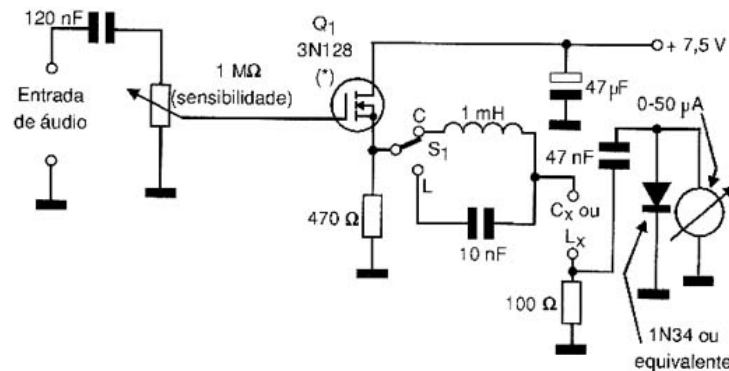

Figura 8: Circuito do provador de bobinas e capacitores.
- **PROVADOR DE BOBINAS E CAPACITORES:** O circuito da figura 8 é uma ponte que serve tanto para medida de capacitâncias como indutâncias e faz